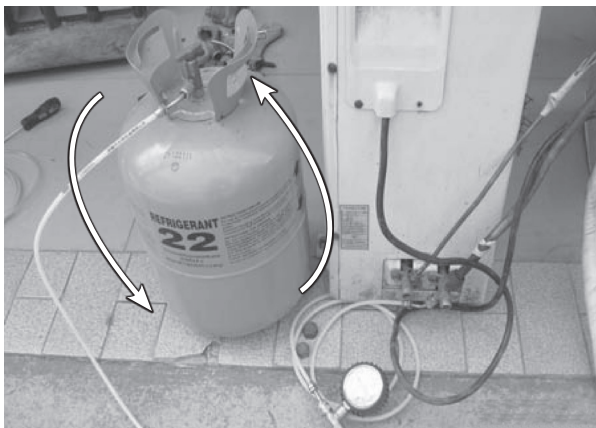

图 4-66 倒置加制冷剂
5) 经检查发现并无漏点后,开机加制冷剂,如果希望加制冷剂速度快些,可将制冷剂钢瓶倒置,如图 4-66 所示,若检查发现有漏点,还需要补焊。